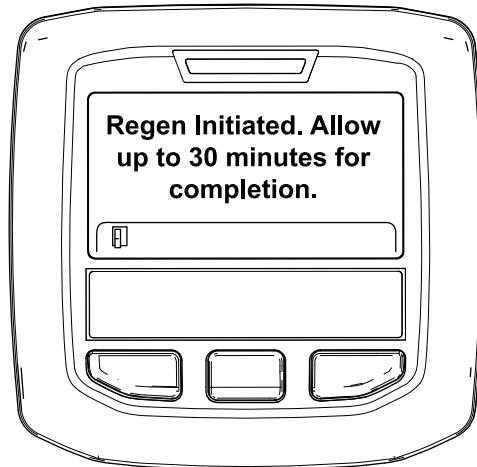

図 49
- 再生許可の場合には Regen Initiated 再生を開始しましたと表示。再生が終了するまで、最大 30 分間が必要。終了まで待つ図 49。